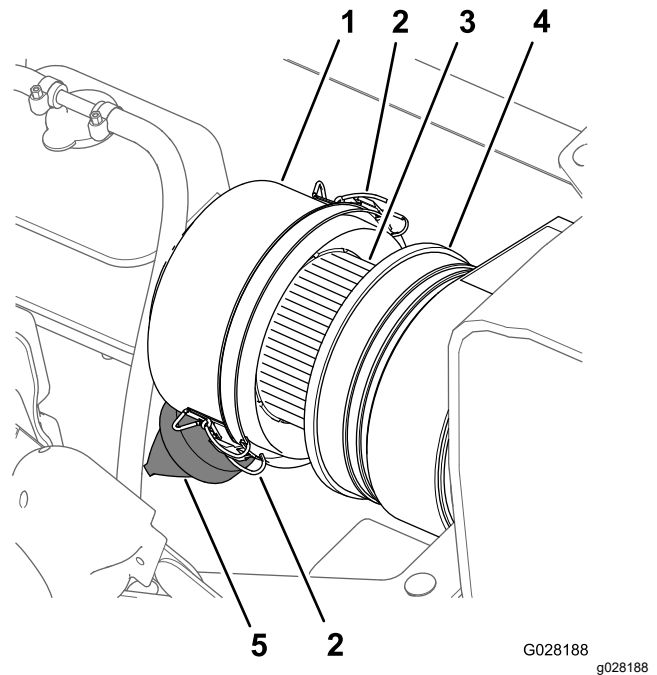

Bild 73
3. Reinigen Sie den Staubdeckel und das Luftfiltergehäuse (Bild 73).
4. Prüfen Sie das Gehäuse des Luftfilters auf Schäden, die eventuell zu einem Luftleck führen könnten (Bild 73).
5. Drücken Sie das Staubventil zusammen, um Schmutz, Staub und Rückstände zu entfernen (**Bild 73**).
7. Überprüfen Sie den Luftfiltereinsatz auf starke Staub, Schmutz- oder Rückstandsansammlungen (**Bild 73**).
8. Setzen Sie den Staubdeckel auf das Luftfiltergehäuse und befestigen den Deckel mit den zwei Riegeln (**Bild 73**).
2. Reinigen Sie den Staubdeckel und das Luftfiltergehäuse (**Bild 73**).
6. Wischen Sie die Innenseite des Staubdeckels, des Luftfiltergehäuses und des Staubventils mit einem feuchten Lappen ab (**Bild 73** und **Bild 74**).